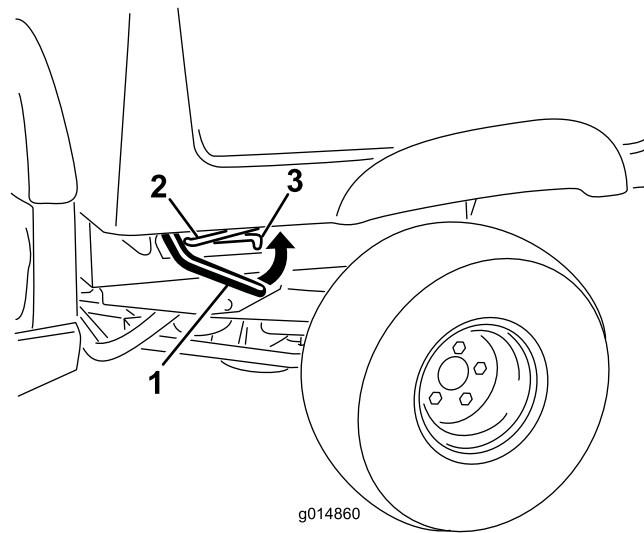

Рисунок 10
передними углами грузового кузова, и поднимите кузов (Рисунок 10).
2. Закрепите грузовой кузов, вставив опорную стойку в заднее фиксированное положение в конце паза, находящегося в левой раме машины (Рисунок 10).
1. Немного приподнимите грузовой кузов, нажав вверх на рычаг защелки (Рисунок 10).
2. Вытяните опорную стойку из паза с фиксацией (Рисунок 10).
3. Опустите кузов, чтобы он надежно зафиксировался защелками (Рисунок 10).